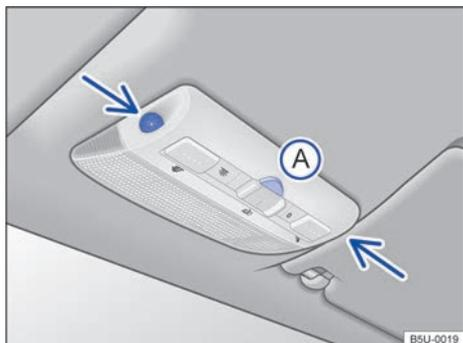
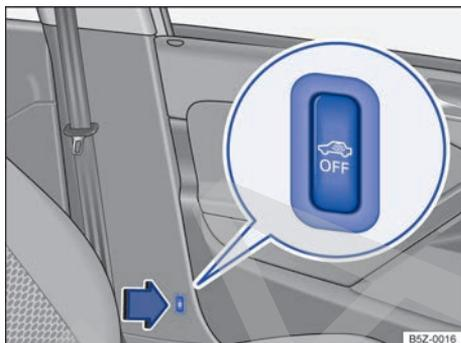

Fig. 28 En la consola del techo: sensores de monitoreo del interior del vehículo y tecla (A) para desconectar el monitoreo del interior del vehículo.
Fig. 29 Al lado del asiento del conductor: la tecla para desconectar el monitoreo del interior del vehículo.
El monitoreo del interior del vehículo dispara la alarma con el vehículo bloqueado, si reconoce movimientos en el interior del vehículo. El sensor y el receptor están ubicados en el conjunto de la luz de lectura ⇒ fig. 28 (flechas).
- Pulse la tecla ⇒ fig. 28 (A) o ⇒ fig. 29  durante 2 segundos. En el panel de instrumentos se enciende la luz de control .